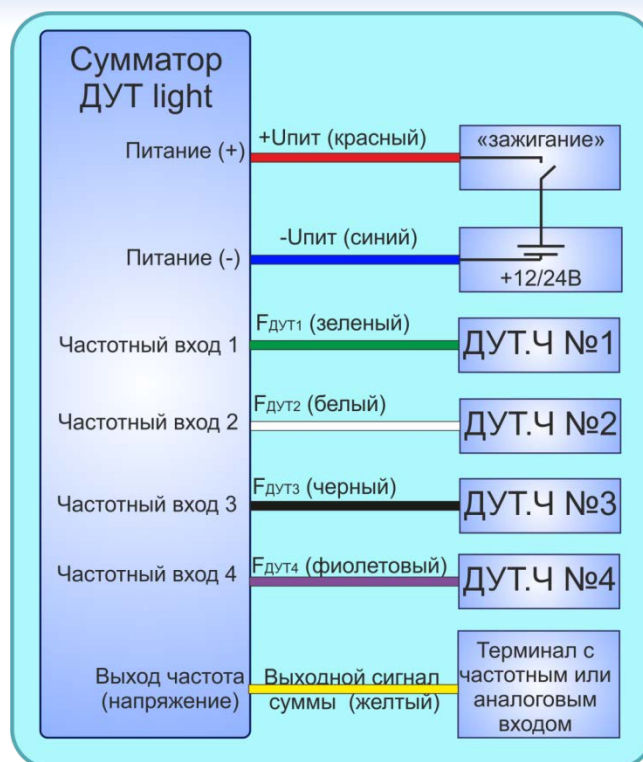

Рисунок 5 – Схема подключения сумматора
3. Подключить сумматор и частотные датчики ДУТ №1, ДУТ №2, ДУТ №3 и ДУТ №4 согласно схеме электрических подключений, представленной на рис. 5.